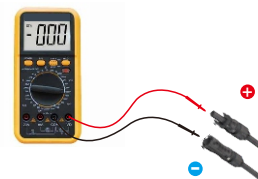
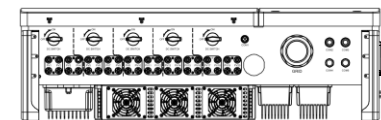

Figura 3.22 Medição do multímetro
Figura 3.23 Conecte os conectores CC ao inversor
5. Meça a tensão FV da entrada CC com multímetro, verifique a polaridade do cabo CC (consulte a figura 3.22) e certifique-se de que a tensão de cada cadeia esteja na faixa de operação do inversor. Conecte o conector CC ao inversor até ouvir um leve clique indicando a conexão bem-sucedida. (Consulte a Figura 3.23)